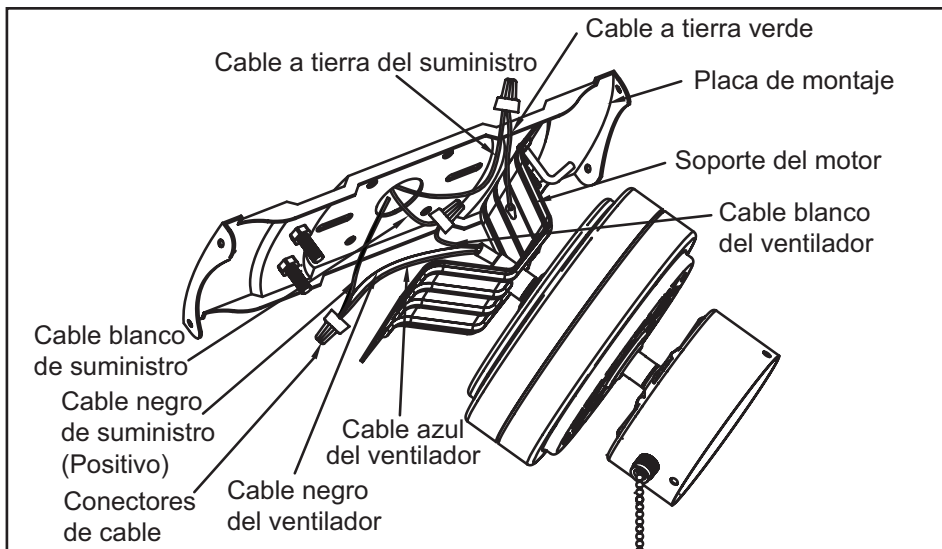

Figura 7
1. Conecta el conductor a tierra del cable de 120 voltios (puede ser un cable desnudo o un cable con aislante verde) a los cables terminales a tierra verdes del soporte del motor del ventilador (Figura 7).
2. Conecta el cable blanco del motor del ventilador al cable blanco de suministro (neutro) usando la tuerca de cable provista (Figura 7).
3. Conecta el cable negro y el azul del motor del ventilador al cable negro de suministro de energía (positivo) usando la tuerca de cable incluida (Figura 7).